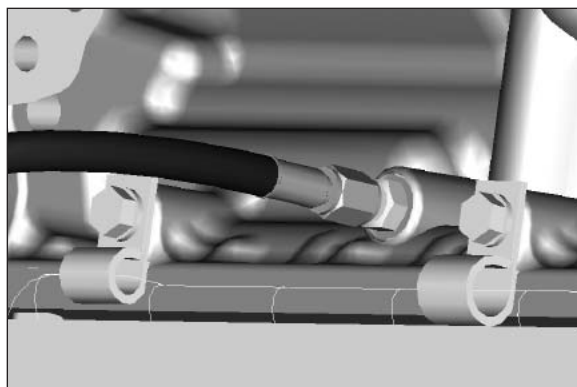

Fig. 8
7. Use la conexión especial (379812) para ensamblar correctamente la línea de alta presión a la transmisión. Esta conexión está incluida en la TDF. Apriételos con 8 - 10 Lbs.-pie. [11,0 - 13,5 N.m.] (**Fig. 8**).